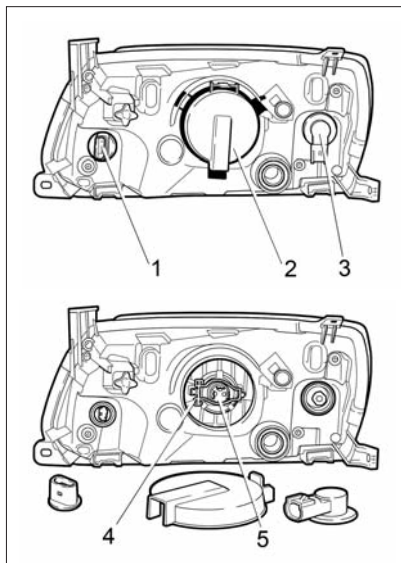

Рис. 60. Блок-фара
Для доступа к лампе ближнего/дальнего света выньте защитную крышку 2 (рис. 60), отсоедините колодку жгута проводов и снимите резиновый кожух лампы, отведите поочередно в стороны «усики» 4 пружины лампыдержателя, предварительно нажав на них, выньте лампу 5 из посадочного места рефлектора. Монтаж новой лампы проводите в обратном порядке. Все работы по установке галогеновой лампы проводите в перчатках во избежание оставления следов на колбе лампы. После установки лампы ближнего/дальнего света убедитесь в плотном прилегании резинового кожуха на цоколе лампы и корпусе блок-фары.
Рис. 60а. Задний фонарь автомобиля с кузовом «седан»
Рис. 60б. Задний фонарь автомобиля с кузовом «лифтбек»
Для снятия ламп в заднем фонаре автомобиля с кузовом «седан» (рис. 60а) проделайте следующие действия:
Рис. 60в. Снятие заглушки опоры полки
Для снятия ламп в заднем фонаре автомобиля с кузовом «лифтбек» (рис. 60б) проделайте следующие действия:
- нажмите пальцем через отверстие в заглушке опоры полки на защелку 1 (рис. 60в);
Рис. 60г. Боковой указатель поворота
Для замены лампы в боковом указателе поворота 1 (рис. 60г) снимите его с автомобиля. В гнез-